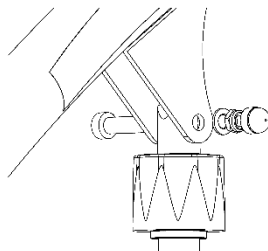

Fig. 1.6E
4. Monter aktuator på løftearmen. Brug unbrakonøglen og fastnøglen til at fastspænde boltene og møtrikken (Fig. 1.6E). Påsæt pyntemuffen på møtrikken.